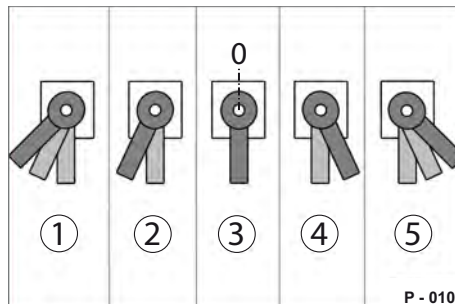

Abb. 34 Ventilhebel-Stellungen
- ▶ Drehen Sie den Ventilhebel zwei Stufen gegen Uhrzeigersinn (Abb. 34/5).
- ▶ Drehen Sie den Ventilhebel bei erreichter Höhe um eine Stufe zurück in die Stopp-Stellung (Abb. 34/4).
- ▶ Drehen Sie den Ventilhebel im Uhrzeigersinn (Abb. 34/1).
- ▶ Drehen Sie den Ventilhebel bei erreichter Höhe um eine Stufe zurück in die Stopp-Stellung (Abb. 34/2).